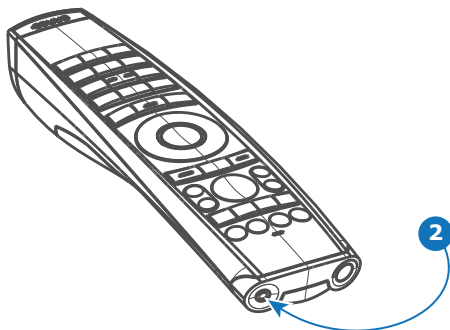

Abbildung 6-11
1. Schließen Sie ein Kabel an den Minibuchsenanschluss (Referenz 2, Abbildung 6-11) der Fernbedienung an.